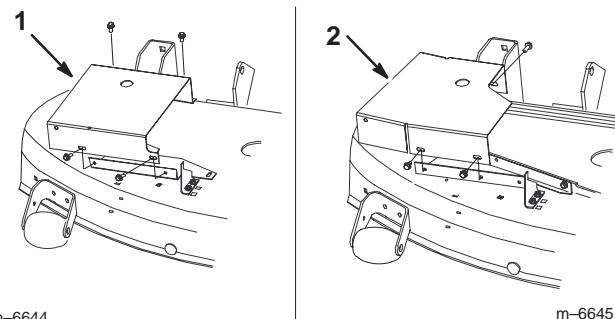

Figure 36
- Déposez le couvercle de courroie du plateau de coupe de la poulie droite (Fig. 36). Mettez la visserie de côté.